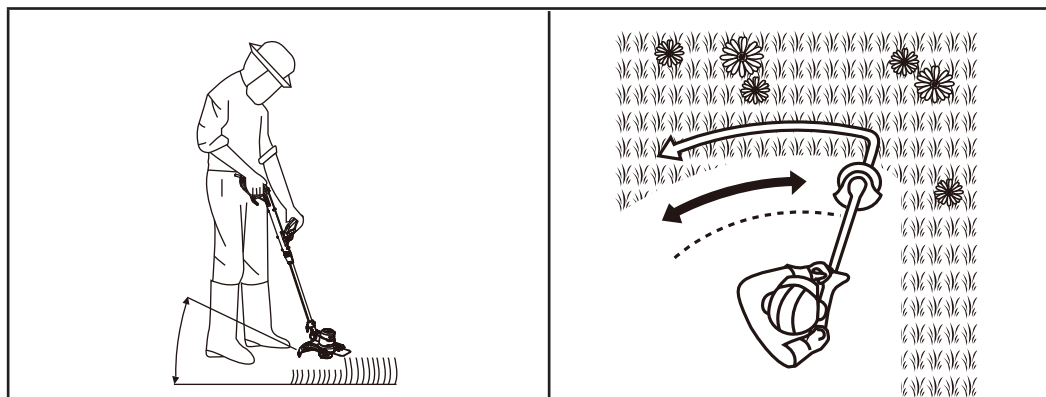

Fig. 7
- Certifique-se de que a sua posição é estável e segure firmemente a máquina com as duas mãos na pega superior (1) e na pega auxiliar (4).
- Mantenha a cabeça de corte (17) a poucos centímetros do solo, num ângulo de aproximadamente 30° (Fig. 7).
- Mova a máquina descrevendo um movimento em arco lento e regular, da esquerda para a direita, antes de a deslocar novamente para a posição inicial para aparar a área seguinte (Fig. 7).